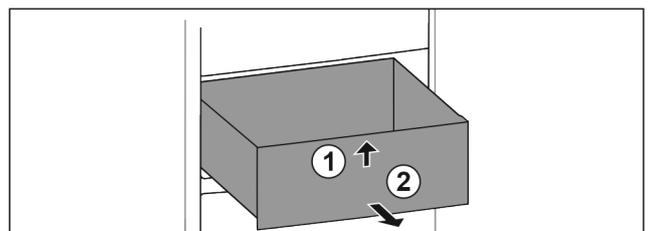

Fig. 89
- ▶ Schubfach vorne anheben. Fig. 89 (1)
- ▶ Schubfach nach vorne entnehmen. Fig. 89 (2)